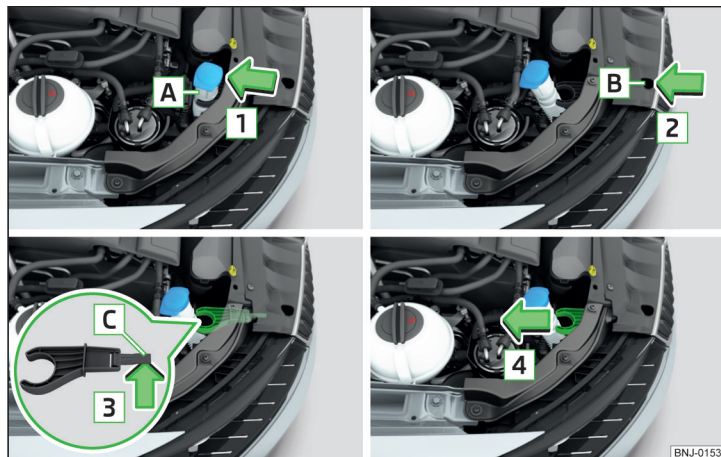

Fig. 207 Demontarea suportului pentru ștuțul rezervorului de lichid de spălare
- Desprindeți ștuțul rezervorului [A] din cleme de la suport, în sensul săgeții [1] » fig. 207.
- Împingeți suportul ștuțului rezervorului în sens opus săgeții [4] » fig. 207.